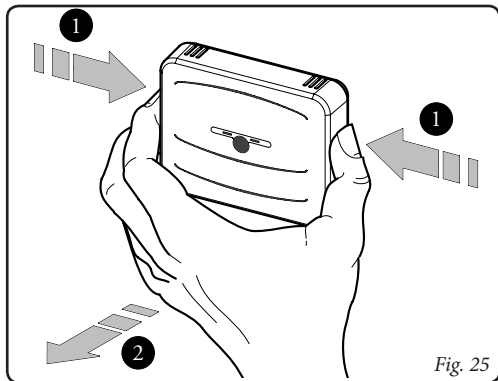

Fig. 25
- Sganciare il fondello dal coperchio della Base del CRONO 7 premendo con forza ai lato del coperchio (fig. 25).